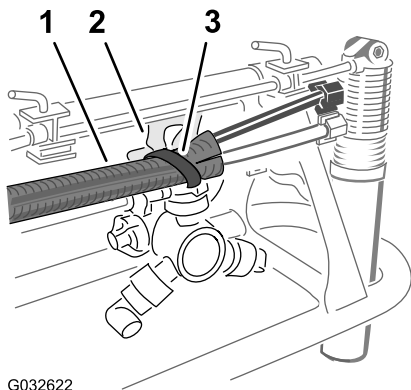

図 15
5. 図 15に示すように、ケーブルタイを使ってチューブアセンブリをノズルサポートの穴に固定する。